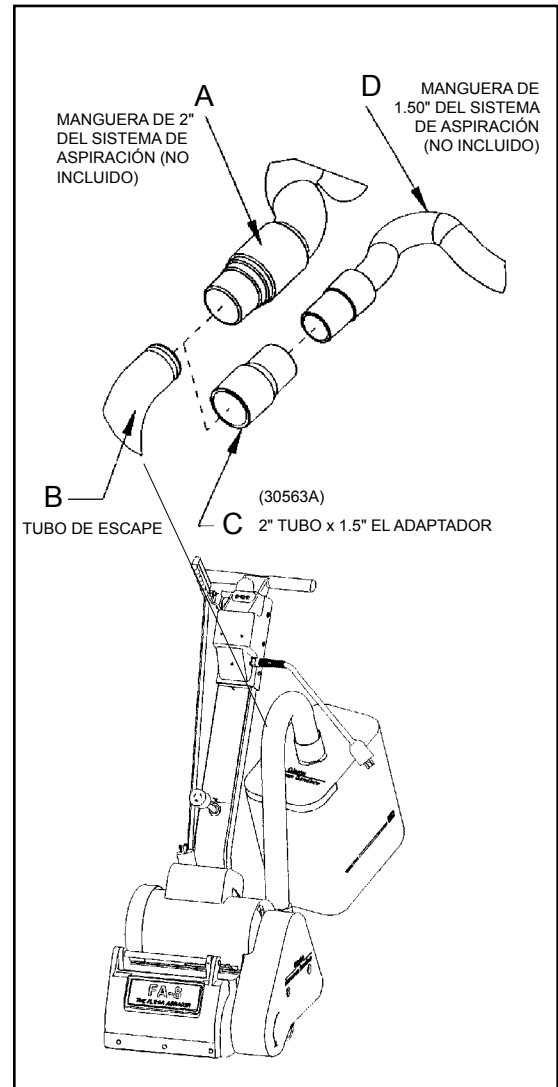

Figura 9
1. Instale el extremo de manguera de 2" (figura 9, A) directamente sobre el tubo de escape (figura 9, B).
1. Instale el adaptador del extremo de manguera de 2" x 1 1/2" (No de pieza 30563A) (figura 9, C) sobre el tubo de escape (figura 9, B).
2. Inserte el extremo de manguera de 1 1/2" (figura 9, D) en el adaptador (figura 9, C).